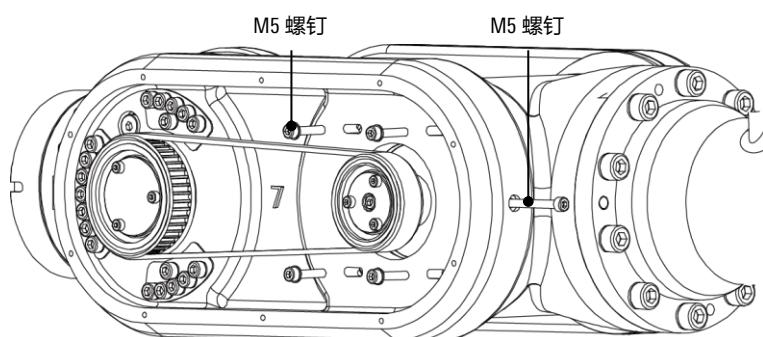

图 10-14 拆卸 J5 电机法兰
- 步骤5. 拆卸张紧螺钉，再拆掉 J5 电机法兰螺钉及带轮调节螺钉，采用外六角扳手拆卸 M5 螺钉，如图 10-14 所示。